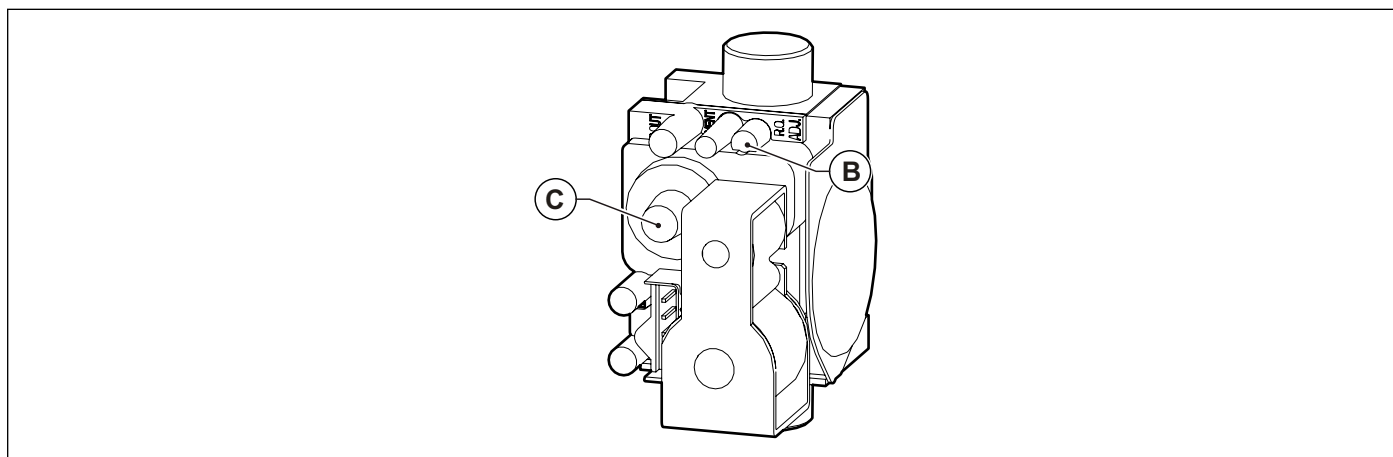

Fig. 39 Regolazione valore anidride carbonica
- Regolare il valore dell'anidride carbonica (CO₂) nei fumi ruotando il regolatore di rapporto **B** (vedi Fig. 39 Regolazione valore anidride carbonica) e assicurarsi che rientri nei limiti della Tab. 21 Valori di CO₂ nei fumi. Lasciare la caldaia in modalità spazzacamino e portarsi al passo successivo di regolazione alla potenza minima.
- Regolare il valore dell'anidride carbonica (CO₂) nei fumi ruotando il regolatore di offset **C** (vedi Fig. 39 Regolazione valore anidride carbonica) e assicurarsi che rientri nei limiti della Tab. 21 Valori di CO₂ nei fumi.